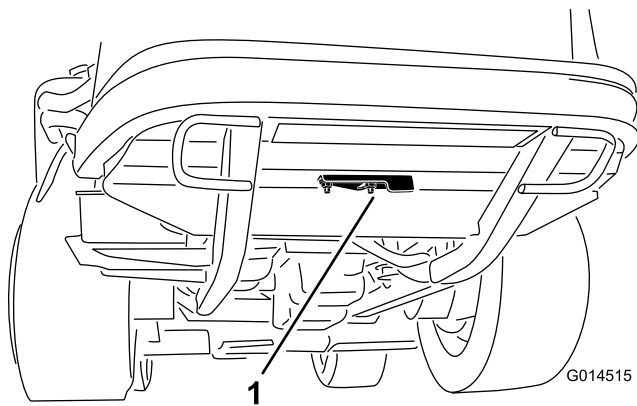

Figura 45
2. Afloje la tuerca con arandela prensada que sujeta la tapa del hueco de limpieza a la parte inferior del bastidor trasero (Figura 45). Gire la tapa a un lado para tener acceso al hueco de limpieza del bastidor.